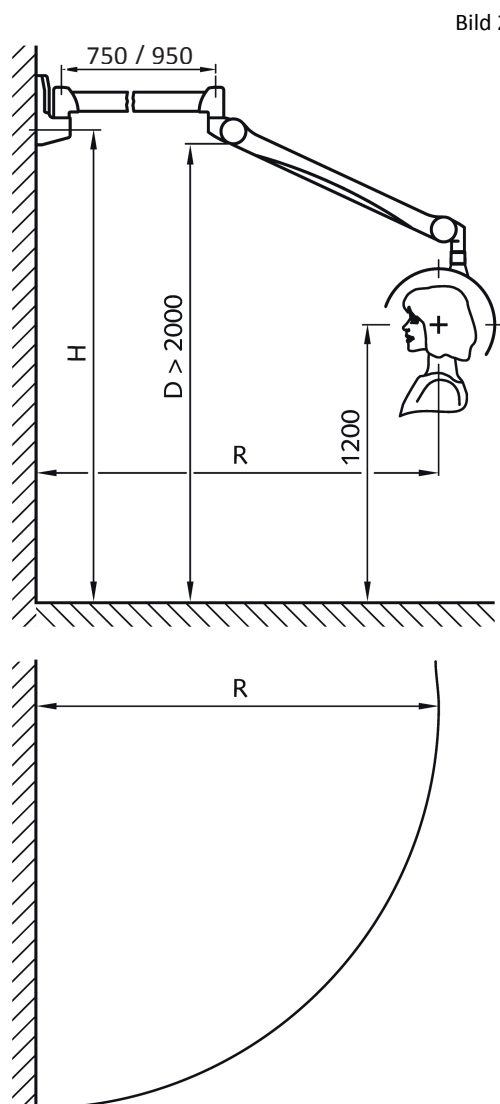

Bild 2
3.1 Monteringshöjd och arbetsområde -Bild 2